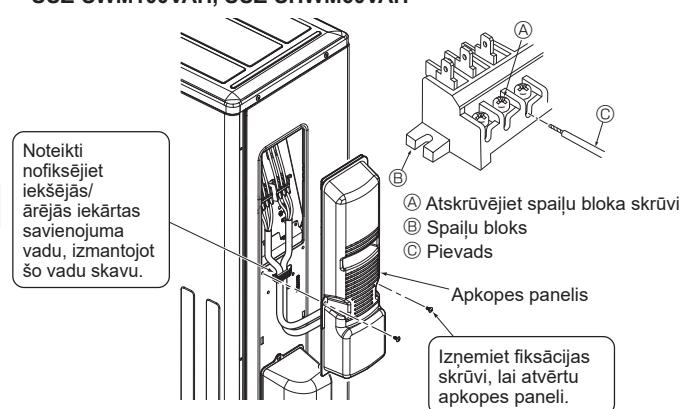

Fig. 6-3
6.1. Ārējā iekārta (Fig. 6-1, Fig. 6-2, Fig. 6-3)
① Noņemiet apkopes paneli.
② Kabeļu vadojumam ir jāatbilst norādēm šādos attēlos Fig. 6-1, Fig. 6-2 un Fig. 6-3.